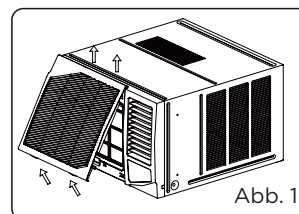

Abb. 1
- Halten Sie den Schlitz unter der Frontplatte fest, heben Sie ihn dann nach außen und entfernen Sie die Frontplatte (siehe Abb. 1)